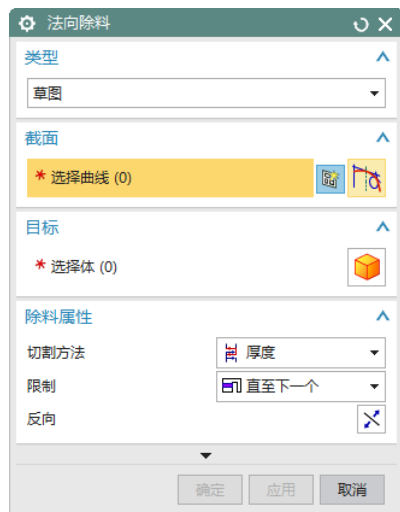

图 5-87 “法向除料”对话框
(1) 选择“菜单(M)”→“插入(S)”→“切割(T)”→“法向除料(N)”，或者单击“主页”选项卡“特征”面组上的“法向除料”按钮, 打开如图 5-87 所示“法向除料”对话框。